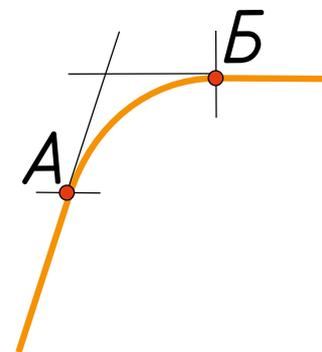

Рисунок 2 - Замер радиуса скругления
- Радиусы скругления измеряются от точек начала закругления (см. рис.2)